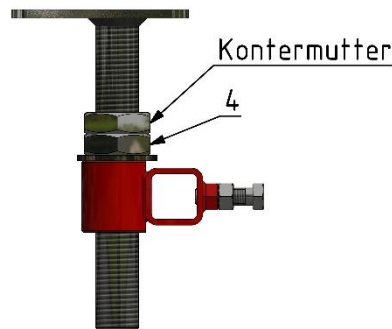

Bild 9
A) Die Einstellmutter **Pos. 4** wird direkt gekontert. (s.**Bild 9**) Das heißt, wenn der Verschleiß der Gummilippe soweit fortgeschritten ist, dass auch die Vorspannung des Gurtreinigers nicht mehr vorhanden ist, liegt die Abstreiferleiste mit seinem Eigengewicht auf dem Gurt auf.